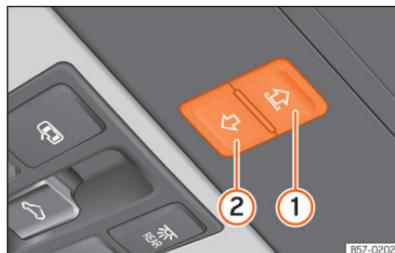

Fig. 83 No revestimento interior do teto: botão de função para utilizar a cortina de proteção contra o sol.
- Se ainda não se puder fechar, antes de passarem 5 segundos deslize o botão de função para trás sem soltá-lo Fig. 83 (2) até que